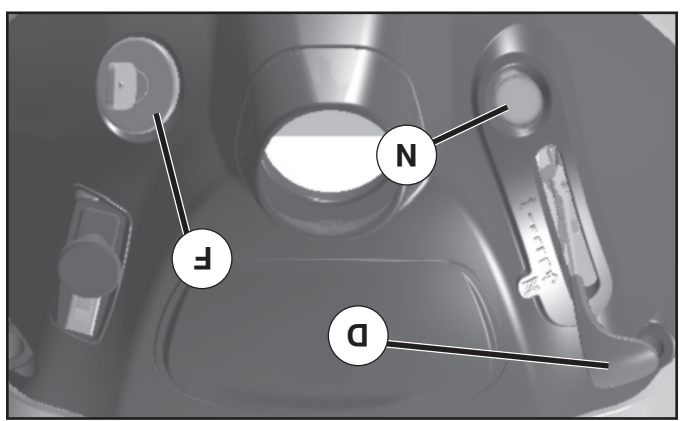

Fig. 6
PARA USAR EL CONTROL DE ESTRANGULACION (N) (Vea Fig. 6)